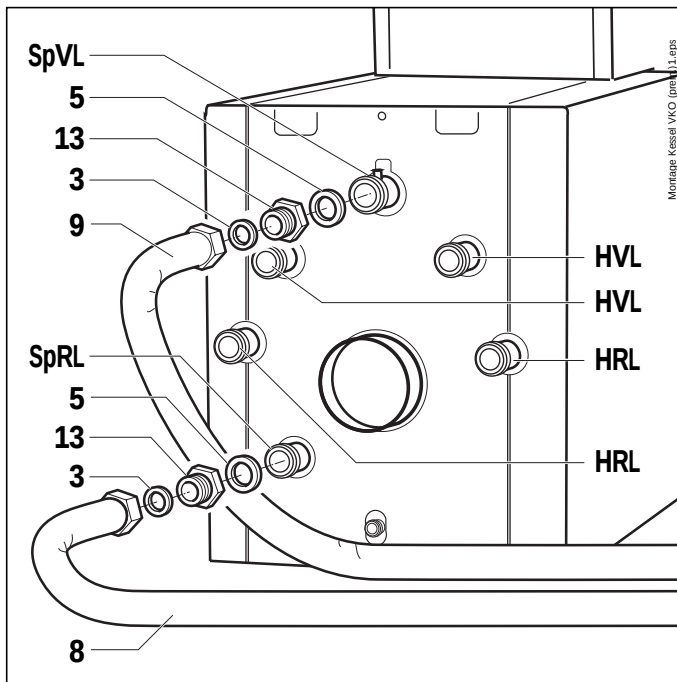

Abb. 4 Montage des Speicherladesets am Kessel
- Alle anderen Verschraubungen ebenfalls flachdichtend und gemäß Abb. 4 montieren.